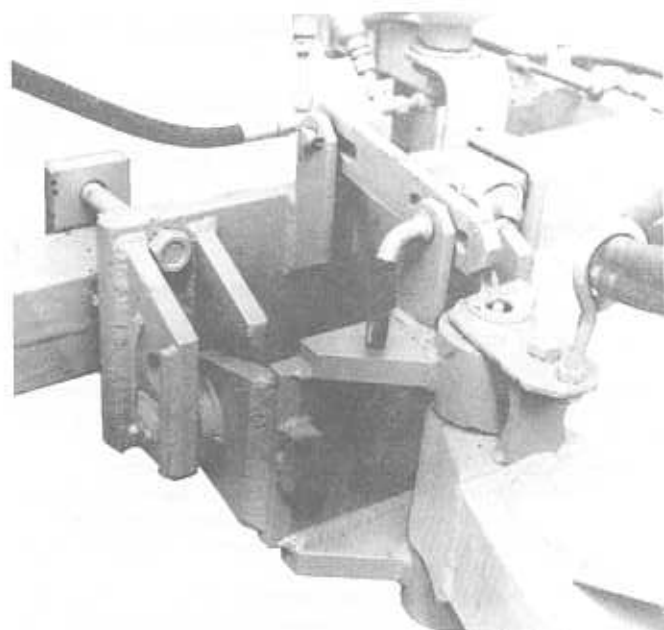

Abb. 8 Riegel zwischen Zugeinrichtung und Halteplatte
Dann wird das durch den Stecker mit dem Vertikalgelenk gehaltene Riegel gelöst. (Abb. 8) Der Kraftheber des Traktors wird auf Schwimmstellung geschaltet und die Funktion der Schwimmstellung kontrolliert. Bei Verwendung des Stützrades ist zur Verhinderung eines
- 6.6. Der Riegel ist mittels Stecker mit der Zugeinrichtung zu verbinden und zu sichern, damit ein gefahrloser Abbau und ein besserer Anbau möglich ist. (Abb. 8).